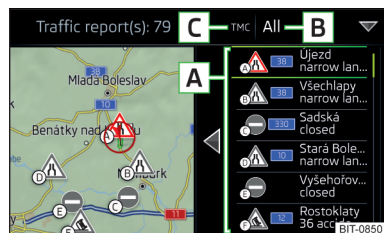

Fig. 237
La liste des messages routiers et la carte affichent jusqu'à 6 notifications accompagnées d'une lettre et d'un symbole représentant la perturbation (par ex. **A**, **B**, **C**) » fig. 237.
Sur la position **C** » fig. 237, les symboles suivants peuvent être affichés.
- ▶ **Un guidage est effectué** - après avoir appuyé sur la touche de fonction **B** » fig. 237 tous les messages routiers peuvent être sélectionnés dans le menu affiché en appuyant sur la touche **Toutes les zones ou seuls les messages concernant l'itinéraire** en appuyant sur la touche **Itinéraire**.